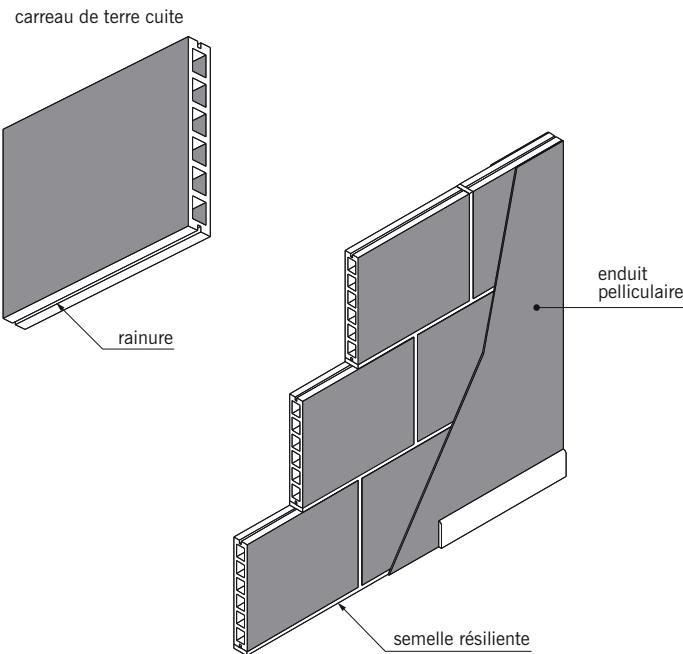

fig. 8.4
- La **cloison en carreaux de terre cuite** (fig. 8.4) : à la différence des briques plâtrières, le carreau de terre cuite